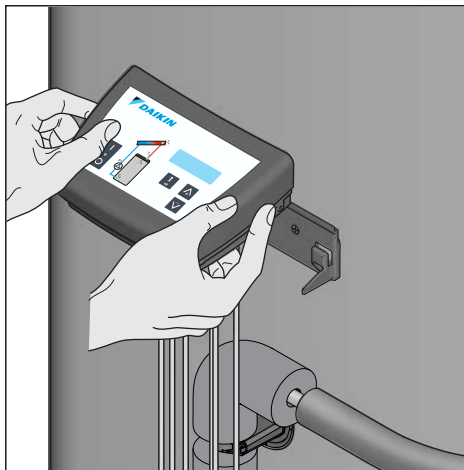

Fig. 4-29 Étape 5
- Veiller à ce que les boucles de câble (comme présenté à la fig. fig. 4-28 et fig. 4-29) pointent vers le bas.